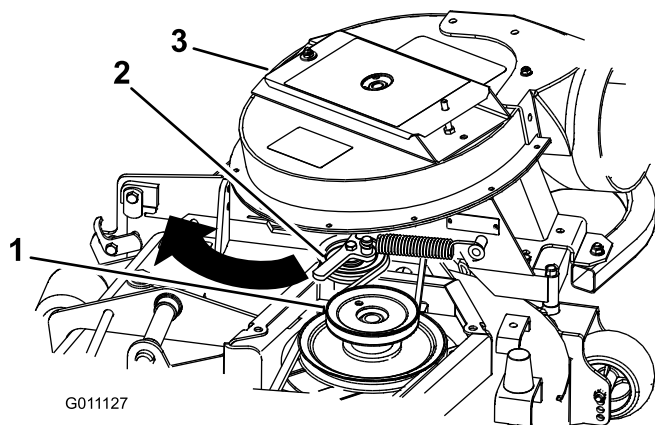

Figura 19
- Retire la polea tensora tensada con muelle y pase la correa alrededor de la polea de la carcasa de corte. Asegúrese de que la correa pasa correctamente alrededor de las poleas del soplador (Figura 19).